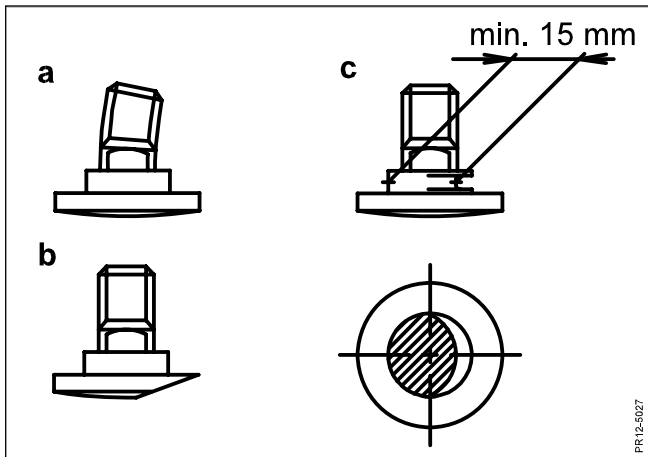

Fig. 5-6
- Fig. 5-6 Knivbolte skal udskiftes hvis: